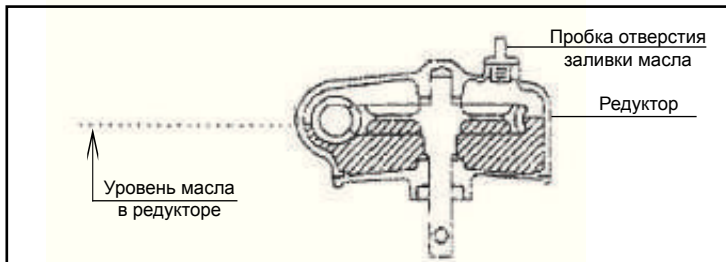

Рис.5
### 2. ДОБАВЛЕНИЕ МАСЛА (Рис.5)
- Масло не должно выливаться за пределы отверстия заливки масла. Чтобы проверить уровень масла, поставьте мотобур в вертикальное положение на шнек. Масло в редукторе должно быть на уровне, указанном на рис.5.